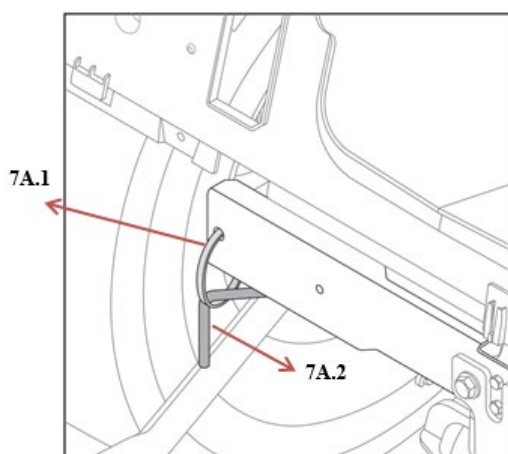
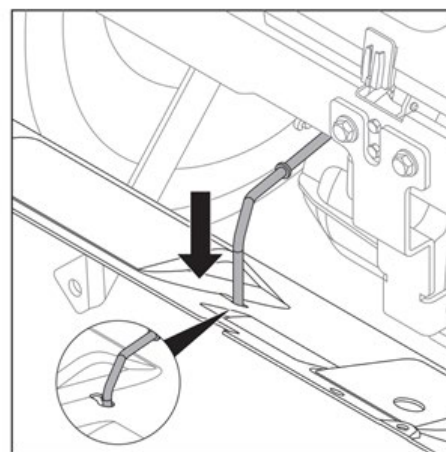

Fig.7A
Fig.7B
1. Tagliare la fascetta e spostare la valvola di bypass in modo che passi attraverso il foro nel pannello posteriore (Fig.7A/Fig.7B).